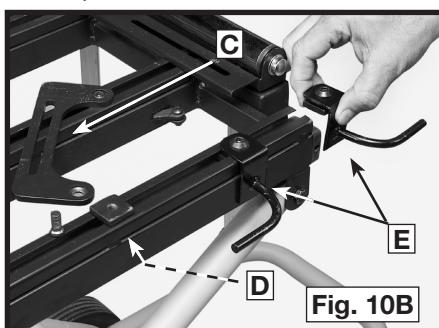
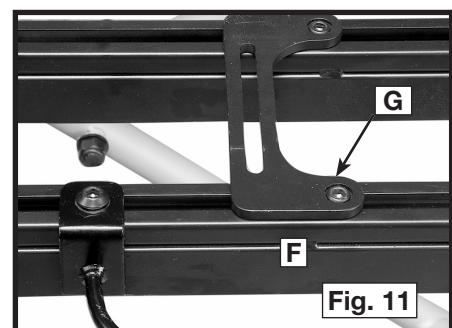

Fig. 10B
Fig. 11
- Faites glisser le connecteur de scie amovible (élément C de la figure 10B) jusqu'à ce qu'il sorte de l'étagère d'appui.
- Faites glisser les crochets pour enruler le cordon électrique (éléments E de la figure 10B) sur l'étagère d'appui (D). Placez les crochets dans des positions opposées (cf. figure 10B) pour pouvoir tenir fermement le cordon électrique.
- Remettez le connecteur de scie (élément D de la figure 10B) dans sa position originale sur l'étagère d'appui (élément F de la figure 11).